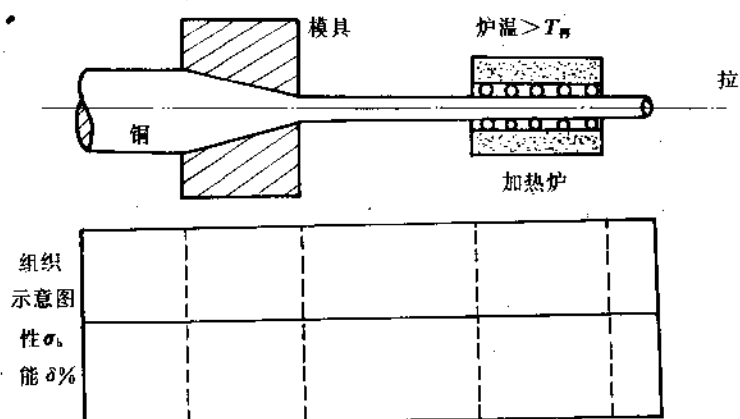

图 4-2
9. 拉制半成品铜丝的过程如图 4-2 所示, 试画出不同阶段的组织与性能变化示意图, 并对图形加以解释。